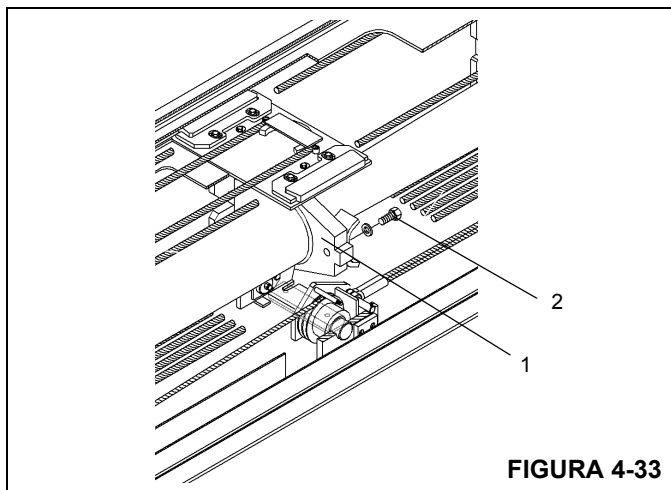

FIGURA 4-33
3. Alinhe os furos de montagem da haste interna do cilindro (1) às abas e aos furos na parte traseira da seção intermediária interna e fixe com dois parafusos e arruelas (2) (Figura 4-33).